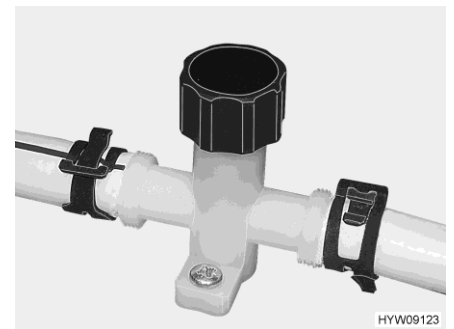

Fig. 108 Llave de desagüe (tubería de agua)
- Cerrar las llaves de desagüe. Para ello, girar el capuchón de la llave de desagüe (Fig. 108) en sentido de las agujas del reloj.